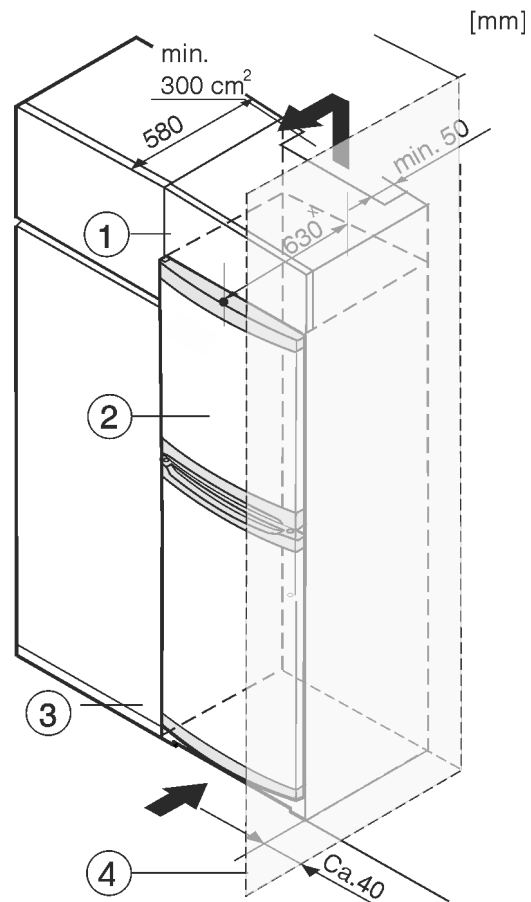

Fig. 8
Устройство может быть окружено кухонными шкафами. Чтобы уравнять устройство Fig. 8 (2) по высоте с кухонной стенкой, можно установить над устройством дополнительный шкафчик Fig. 8 (1).
При комбинировании с кухонными шкафами (глубина макс. 580 мм) устройство можно установить непосредственно рядом с кухонным шкафом Fig. 8 (3). Устройство выступает сбоку на 34 мм \* и по центру на 50 мм \* относительно передней стенки кухонного шкафа.
Если устройство установлено на шарнирах у стены *Fig. 8 (4)*, то расстояние между устройством и стеной должно быть не менее 40 мм. Настолько выступает ручка при открытой двери.